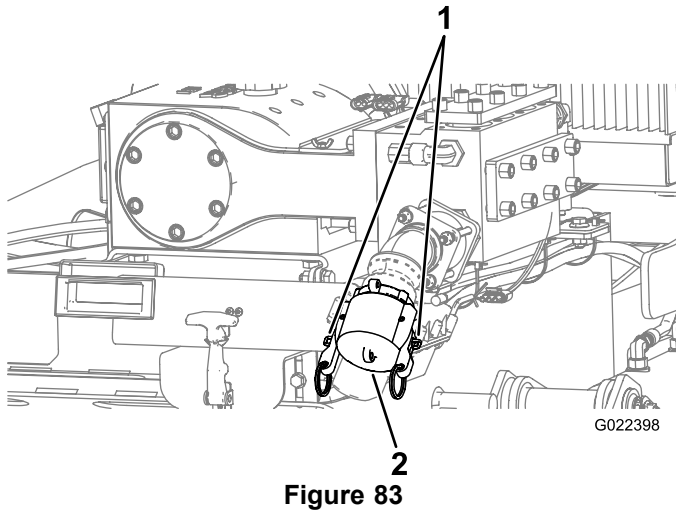

**Figure 83**
1. Levez les leviers de verrouillage à came sur le bouchon d'entrée de la pompe et déposez le bouchon (Figure 83).